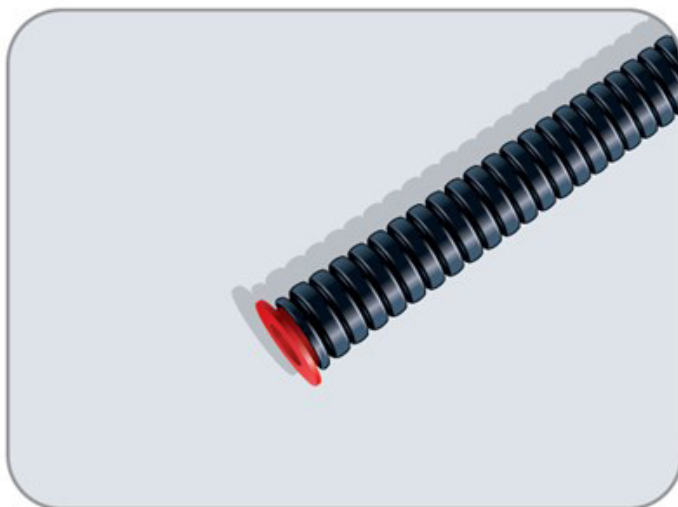

Bild 3 – Flexpipe med röd muff installerad i änden
- 2.** Montera den röda ändmuffen på Flexpipe ände (bild 3)